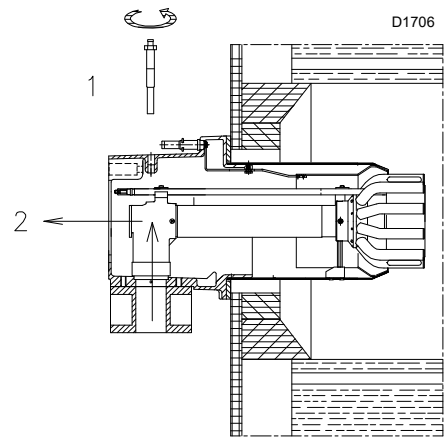

Fig. 13
- d'enlever la vis 1)(Fig. 13) ;
- d'extraire la partie interne 2)(Fig. 13) de la tête et de procéder à leur réglage.